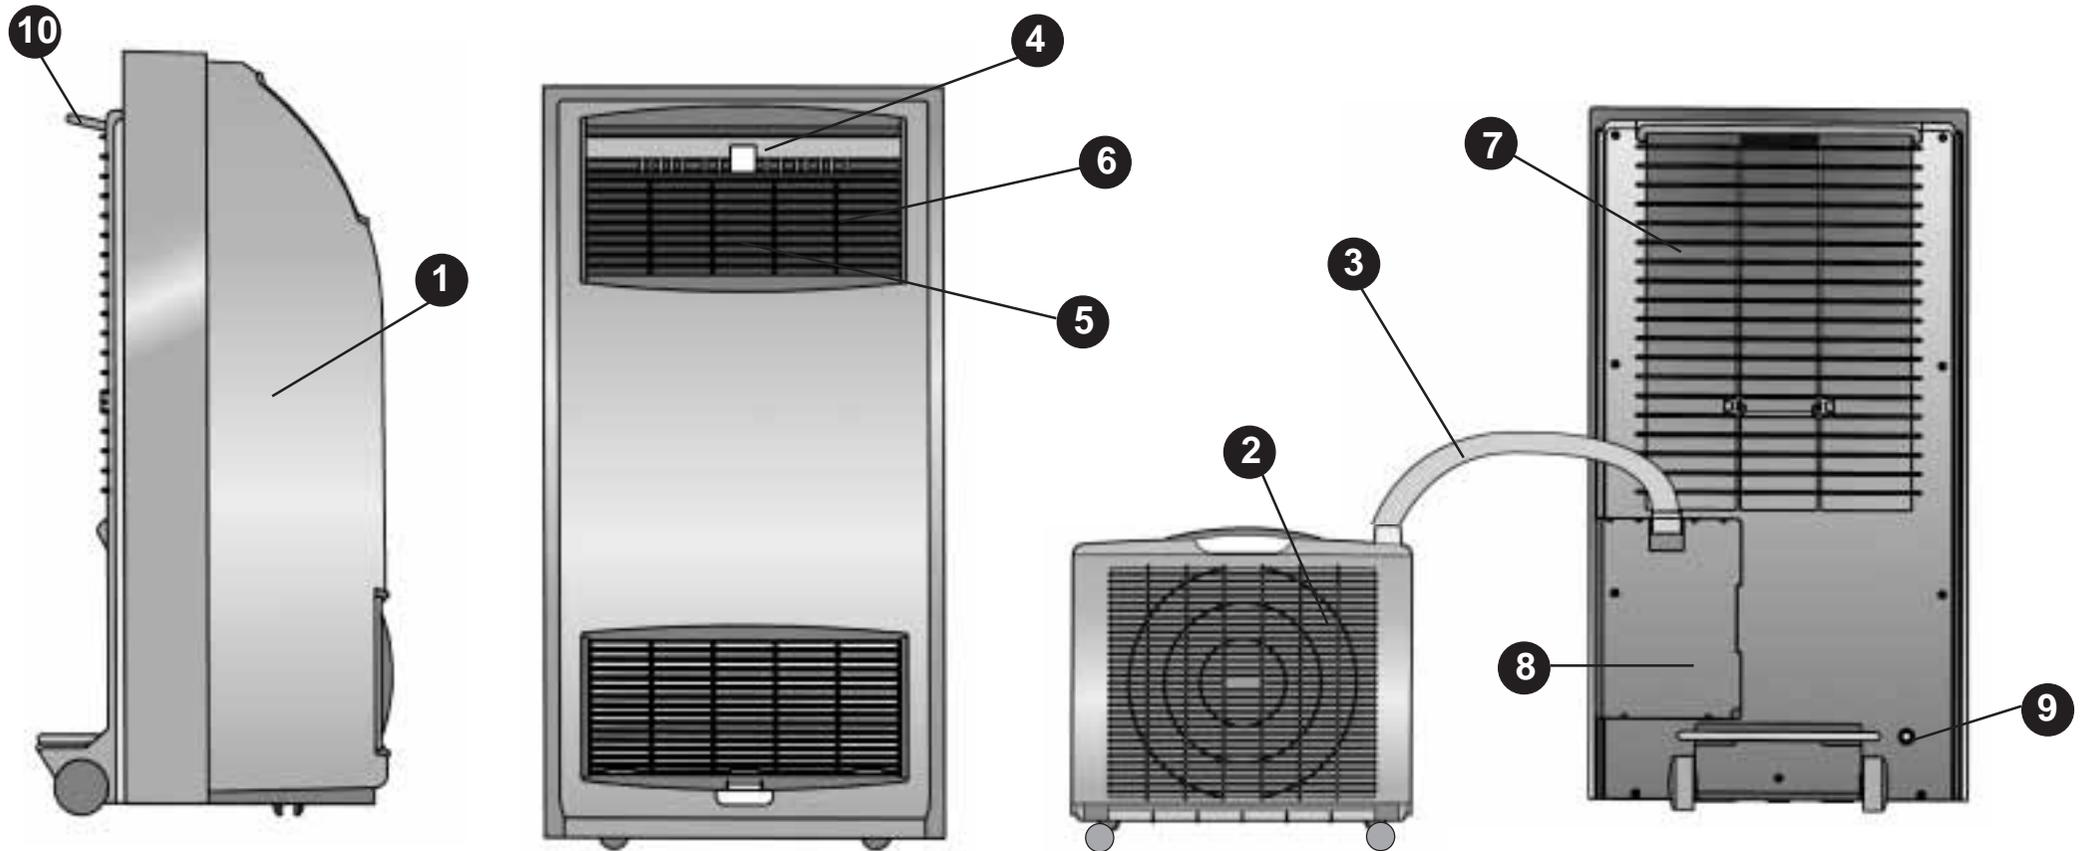

Fig. 1
• Il totale arresto del climatizzatore, nonostante vi sia la normale alimentazione elettrica, può essere dovuto all'intervento di una sicurezza interna che impedisce la fuoriuscita di acqua. Prima di chiamare il centro assistenza provate a drenare l'acqua contenuta nel CLIMATIZZATORE togliendo il tappo apposito (Fig. 1). Se l'inconveniente dovesse riverificarsi fate controllare il Vs. climatizzatore da un tecnico specializzato.
• Si le CLIMATISEUR s'arrête complètement, malgré une alimentation électrique normale, ceci est peut être dû à l'activation d'une sécurité interne qui empêche l'eau de s'évacuer. Avant d'appeler le centre d'assistance, essayez de drainer l'eau contenue dans le CLIMATISEUR en enlevant le bouchon spécial (Fig. 1). Si l'inconvénient se reproduit, faites contrôler l'appareil par un technicien spécialisé.
• If the AIR CONDITIONER stops completely, even when the electrical supply is functioning normally, this could be due to the intervention of an internal safety device which impedes the outflow of water. Before calling the service centre, try draining the water from the unit by removing the air plug (Fig. 1). If the problem persists, have your air conditioner checked by a specialized technician.
• Den Verbindungsschlauch der beiden Geräte nicht knicken oder verbiegen. Sollte das Klimagerät trotz regelmäßiger Stromversorgung nicht anlaufen, so kann eine interne Sicherung angesprochen haben, die den Wasserauslauf verhindert. Vor Inanspruchnahme des Kundendienstes versuchen, das im Gerät enthaltene Wasser durch Abnahme des Stöpsels (Fig. 1) auslaufen zu lassen. Sollte dieses Problem wiederholt eintreten, so ist das Gerät von einem Techniker zu prüfen.
• Si el ACONDICIONADOR se para completamente a pesar de la normal alimentación eléctrica, puede ser que ello se deba a la activación de una seguridad interna que impide la evacuación del agua. Antes de llamar al centro de asistencia, trate de vaciar el agua contenida en el ACONDICIONADOR quitando el tapón correspondiente (Fig. 1). Si el inconveniente se repitiera haga controlar su acondicionador por un técnico especializado.
• Als de airconditioner stopt ondanks juiste stroomvoorziening kan dit veroorzaakt worden door een interne beveiliging die de condenswaterafvoer controleert. Voor de servicedienst te raadplegen kunt u zelf de ontluchtingsplug verwijderen zodat het water kan weglopen (fig 1). Als dit probleem zich herhaald, laat dan het apparaat controleren door de erkende vakman.
IDENTIFICAZIONE DELLE PARTI PRINCIPALI (Fig. 1)
IDENTIFICATION DES PRINCIPALES PARTIES (Fig. 1)
LIST OF MAIN COMPONENTS (Fig. 1)
BESCHREIBUNG DER GERÄTE-TEILE (Fig. 1)
IDENTIFICACION DE LAS PARTES (Fig. 1)
ONDERDELENLIJST (Fig. 1)